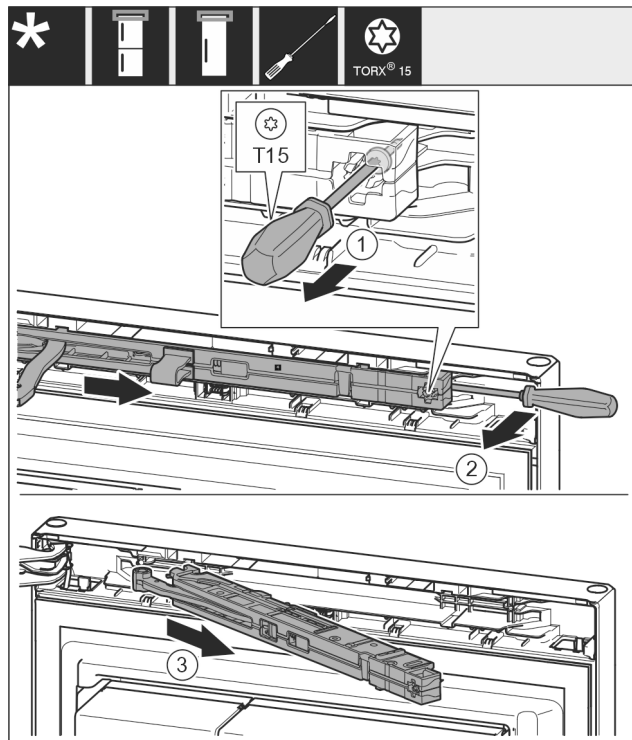

Fig. 10
- Šroub na jednotce tlumiče zavírání povolte šroubovákem T15 o cca 14 mm. Fig. 10 (1)
- Šroubovákem na straně madla zajedte za jednotku tlumiče zavírání a otočte jednotku dopředu. Fig. 10 (2)
- Vytáhněte jednotku tlumiče zavírání. Fig. 10 (3)